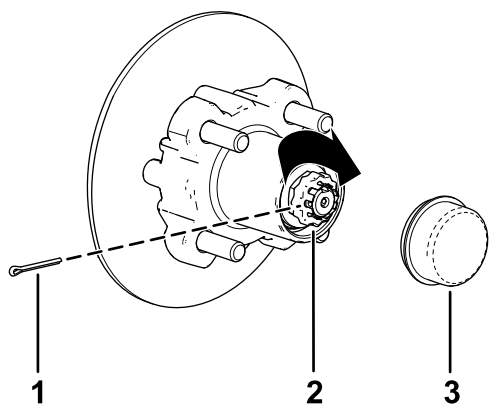

Figura 35
- Instalai opritorul peste piuliă i verificai alinierea fantei din opritor i a orificiului din ax pentru cuiul spintecat (Figura 35).
9. Montai cuiul spintecat i îndoiți picioarele în jurul opritorului (Figura 35).
10. Montai capacul anti-praf pe butuc (Figura 35).